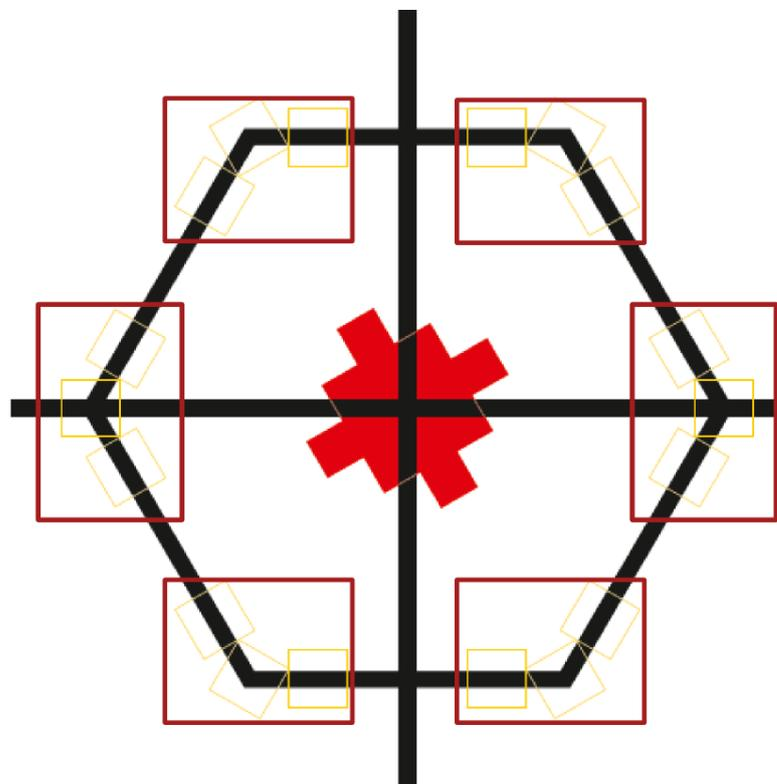
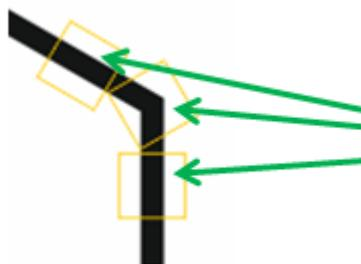
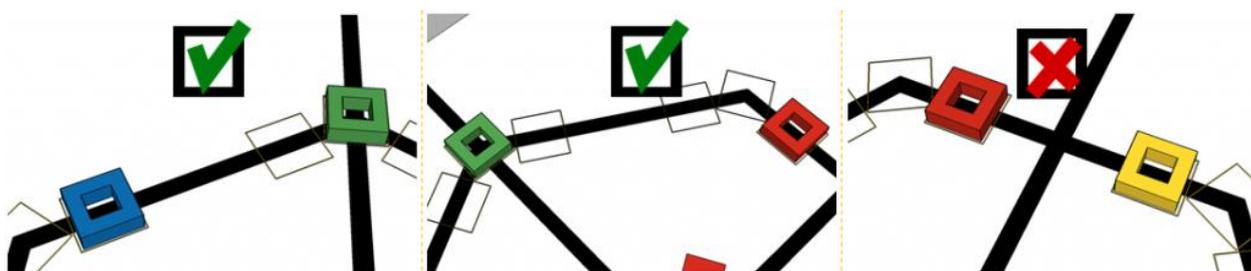

Рис. 6. Площадки для расположения баков переработки отходов
Рис. 7. Три варианта расположения бака переработки отходов на одной площадке
Рис. 8. Возможные и невозможные расположения баков переработки отходов на соединных площадках
2.11 Кроме того, 4 бака для переработки отходов расположены произвольно на 18 желтых квадратах на заводе по переработке отходов (бардовые прямоугольники на рис. 6). При этом, в каждом из 6 мест размещения баков на 6 вершинах шестиугольника расположен только один бак (см. рис. 7). Два бака не могут быть установлены на ближайших друг другу позициях двух соседних площадок (см. рис. 8).